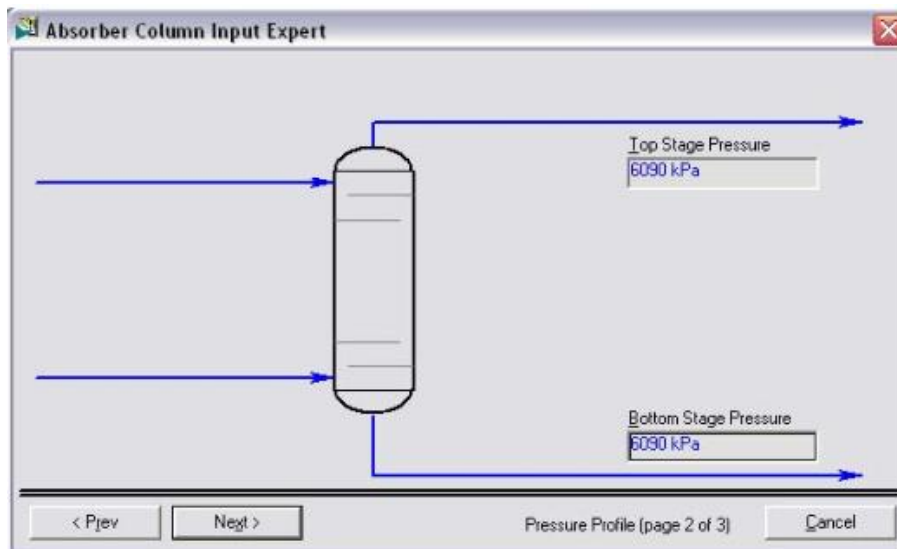

Fig.VIII.2
- Spécifier les pressions dans le haut et le bas de la colonne (60,1atm) → Fig. VIII.2. Cliquer sur **Next**,